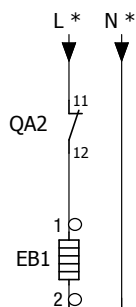

Abb. 5 / Fig. 5
- Kabelanschluss nach Schaltplan (Abb. 5) vornehmen, ein eventuell vorhandenes Erdungskabel muss angeschlossen werden.
- Cable connection according to circuit diagram (fig. 5), any existing earth cable must be connected.
- 根据图 5 所示电路图连接电缆。必须连接已有全部地线。